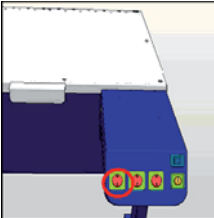

Figura 1: Encendido de la Workstation TCS
1. Encender el ordenador en la consola de control (véase Figura 1).